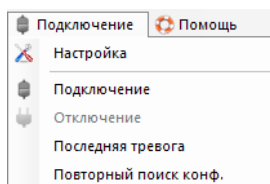

РИС. 9 Меню «Подключение»
5.2. Меню «Подключение» (РИС. 9) позволяет: